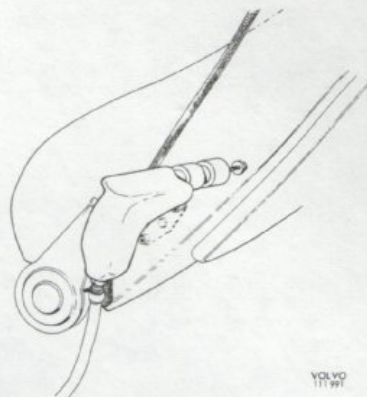

Bild 5
15. Borra, med ovannämnda bussning som mall, ett 4 mm hål i ryggstödet. Bild 5.